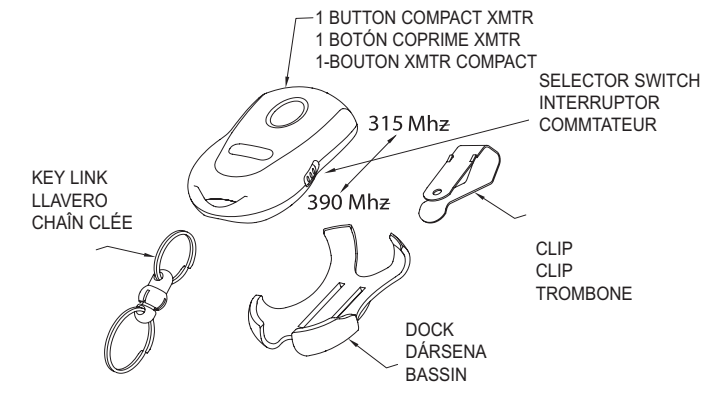

Fig. 2
Étape 5-1 Remplacement de pile **Fig. 2**